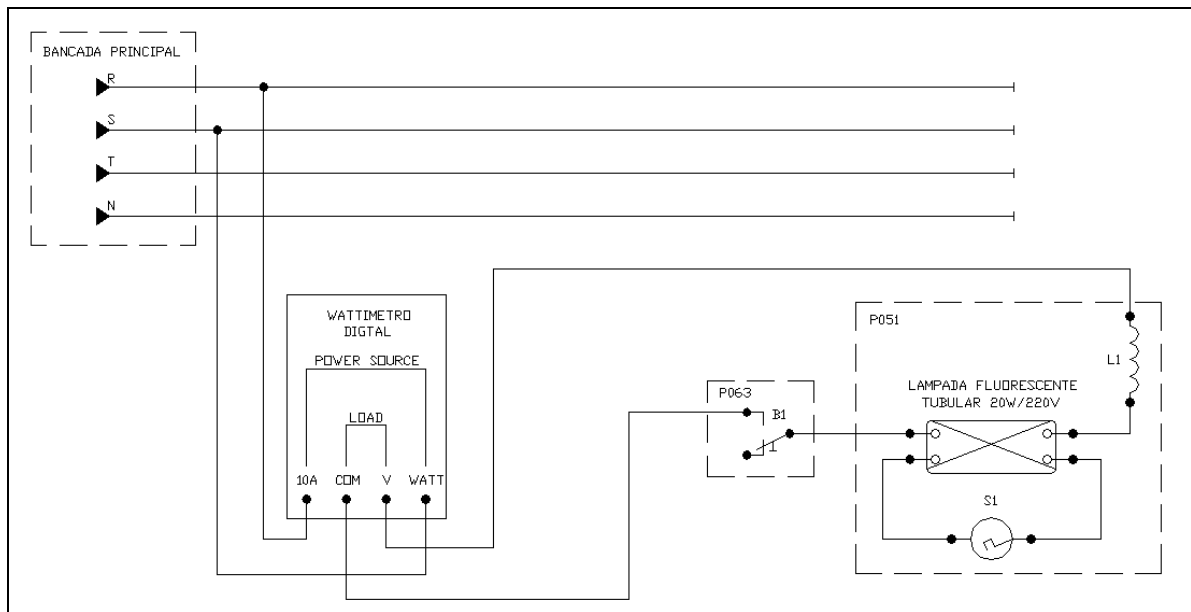

Figura 3 – Ligação de uma lâmpada fluorescente tubular.
4.4 Monte os circuitos da **Figura 3**, meça a potência consumida e anote na **Tabela 1**, avalie o funcionamento da ligação de uma lâmpada fluorescente tubular.